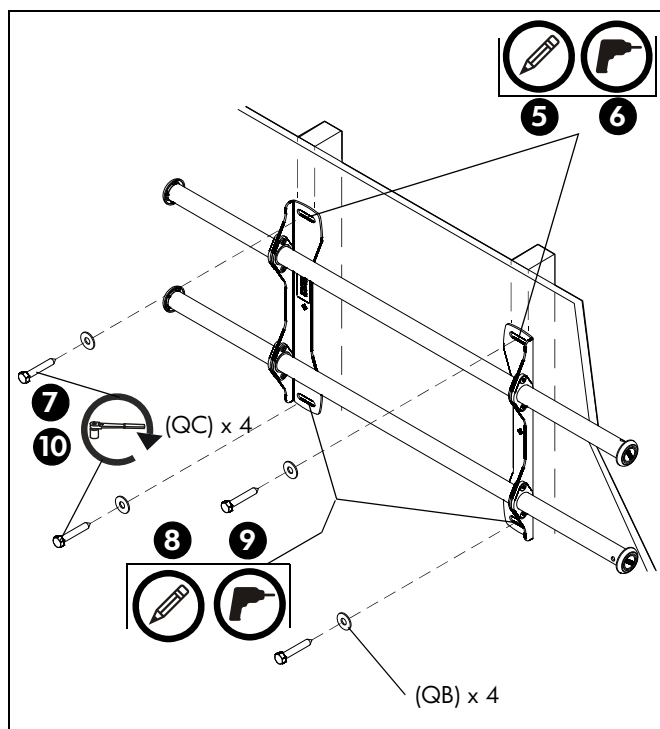

рис. 2
5. При помощи уровня сделайте на стене отметки на каждой из стоек каркаса там, где будут расположены верхние монтажные отверстия. (См. рис. 2)
7. С помощью двух болтов 5/16 x 2-1/2" (QC) и двух плоских шайб 5/16" (QB) прикрепите верхнюю часть крепления к стене. (См. рис. 2)
8. Отметьте точки размещения нижних монтажных отверстий и убедитесь в том, что эти точки расположены на стойках каркаса. (См. рис. 2)
9. Просверлите направляющие отверстия диаметром 5,5мм (7/32") в местах, отмеченных для нижних монтажных отверстий. (См. рис. 2)
10. С помощью двух болтов 5/16 x 2-1/2" (QC) и двух плоских шайб 5/16" (QB) прикрепите крепление через нижние монтажные отверстия. (См. рис. 2)